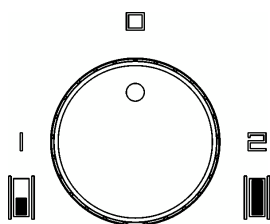

Fig. 2
arrière),  placer le bouton (6) sur la position correspondante (figure 2). Le voyant (8) s'allumera pour indiquer que l'appareil est allumé.